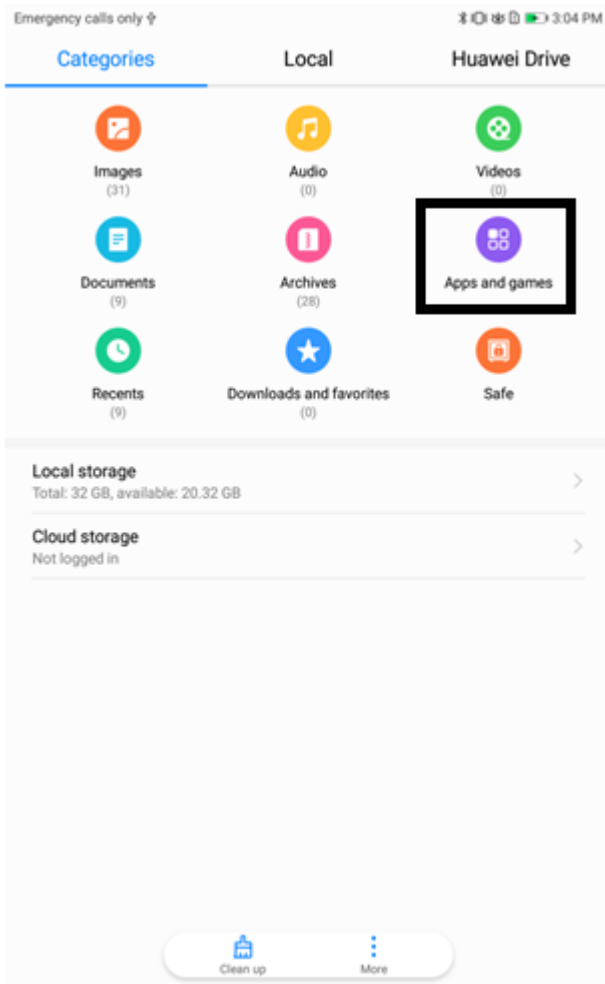
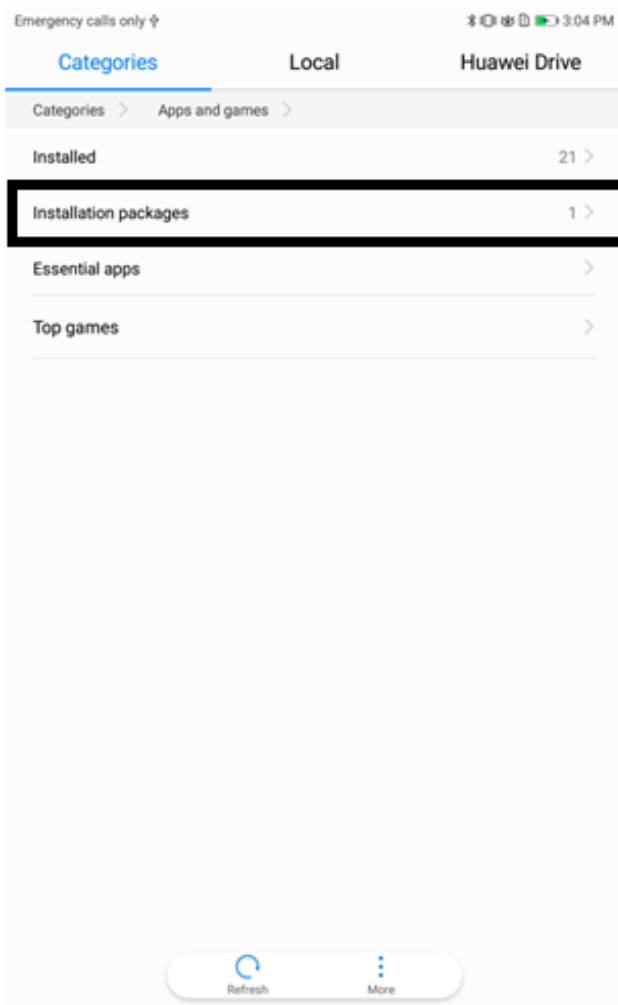

FIGURA 2-1: ÍCONO APLICACIONES Y JUEGOS
FIGURA 2-2: Seleccionar instalación de paquetes.
3. Haga clic en el icono Aplicaciones y juegos (Figura 2-1) en la página de la pestaña Categorías para ver la lista de aplicaciones; y seleccione Paquetes de instalación (Figura 2-2) para ingresar a la interfaz de lista de paquetes de instalación;